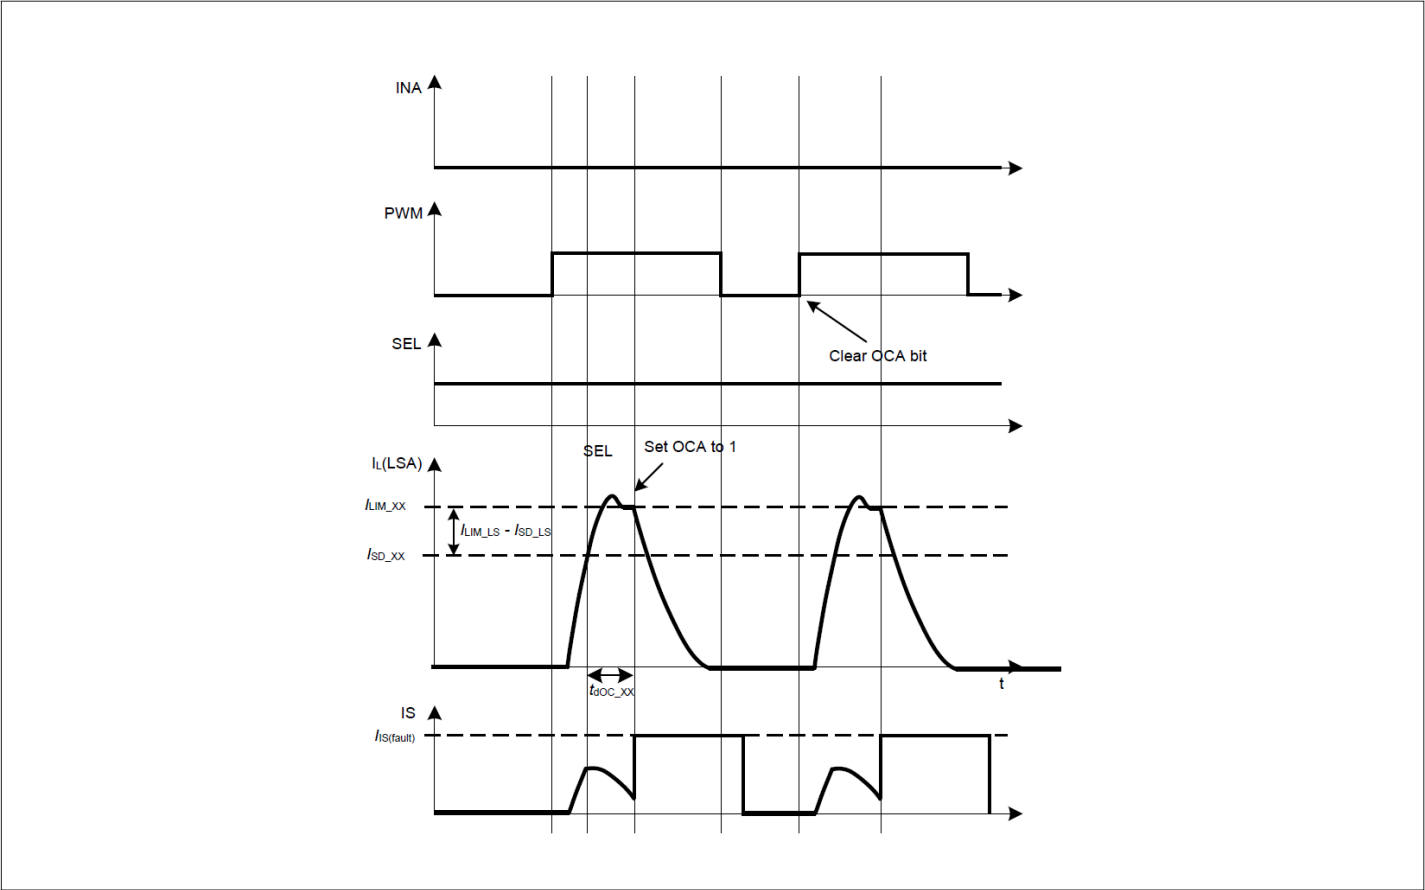

图 22 通过输入位实现短路与过流保护的恢复
- 通过输入脉冲（PWM、INA和INB）打开MOSFET，如图22
如图22所示，恢复将由控制字节中的输入位控制。当开启MOSFET 的输入位发送到器件时，它的行为如下：